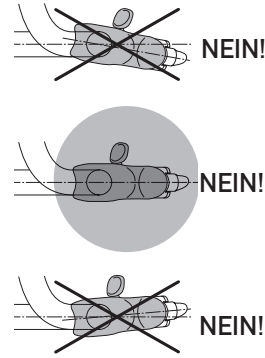

Abb.18
- Ergopower Schalthebel sind nicht korrekt positioniert oder bewegen sich auf dem Lenker (Abb.18)